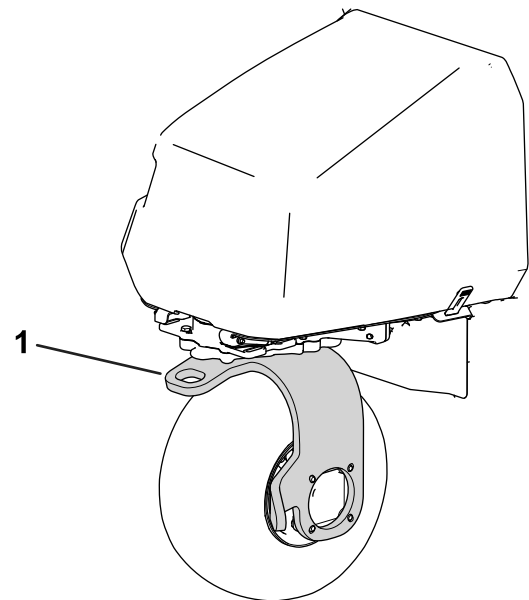

Figura 34
11. Utilice la horquilla de la rueda giratoria trasera para remolcar la máquina (Figura 34).